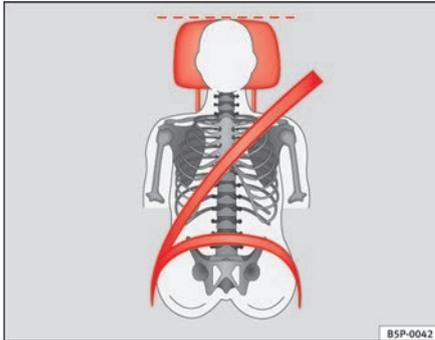

Abb. 12 Richtiger Gurtbandverlauf und richtige Kopfstützeinstellung von vorne betrachtet
- Das Schultergurtteil des Sicherheitsgurtes muss über die Schultermitte und niemals über den Hals verlaufen. Der Sicherheitsgurt muss flach und fest am Oberkörper anliegen ⇒ **Abb. 12.**